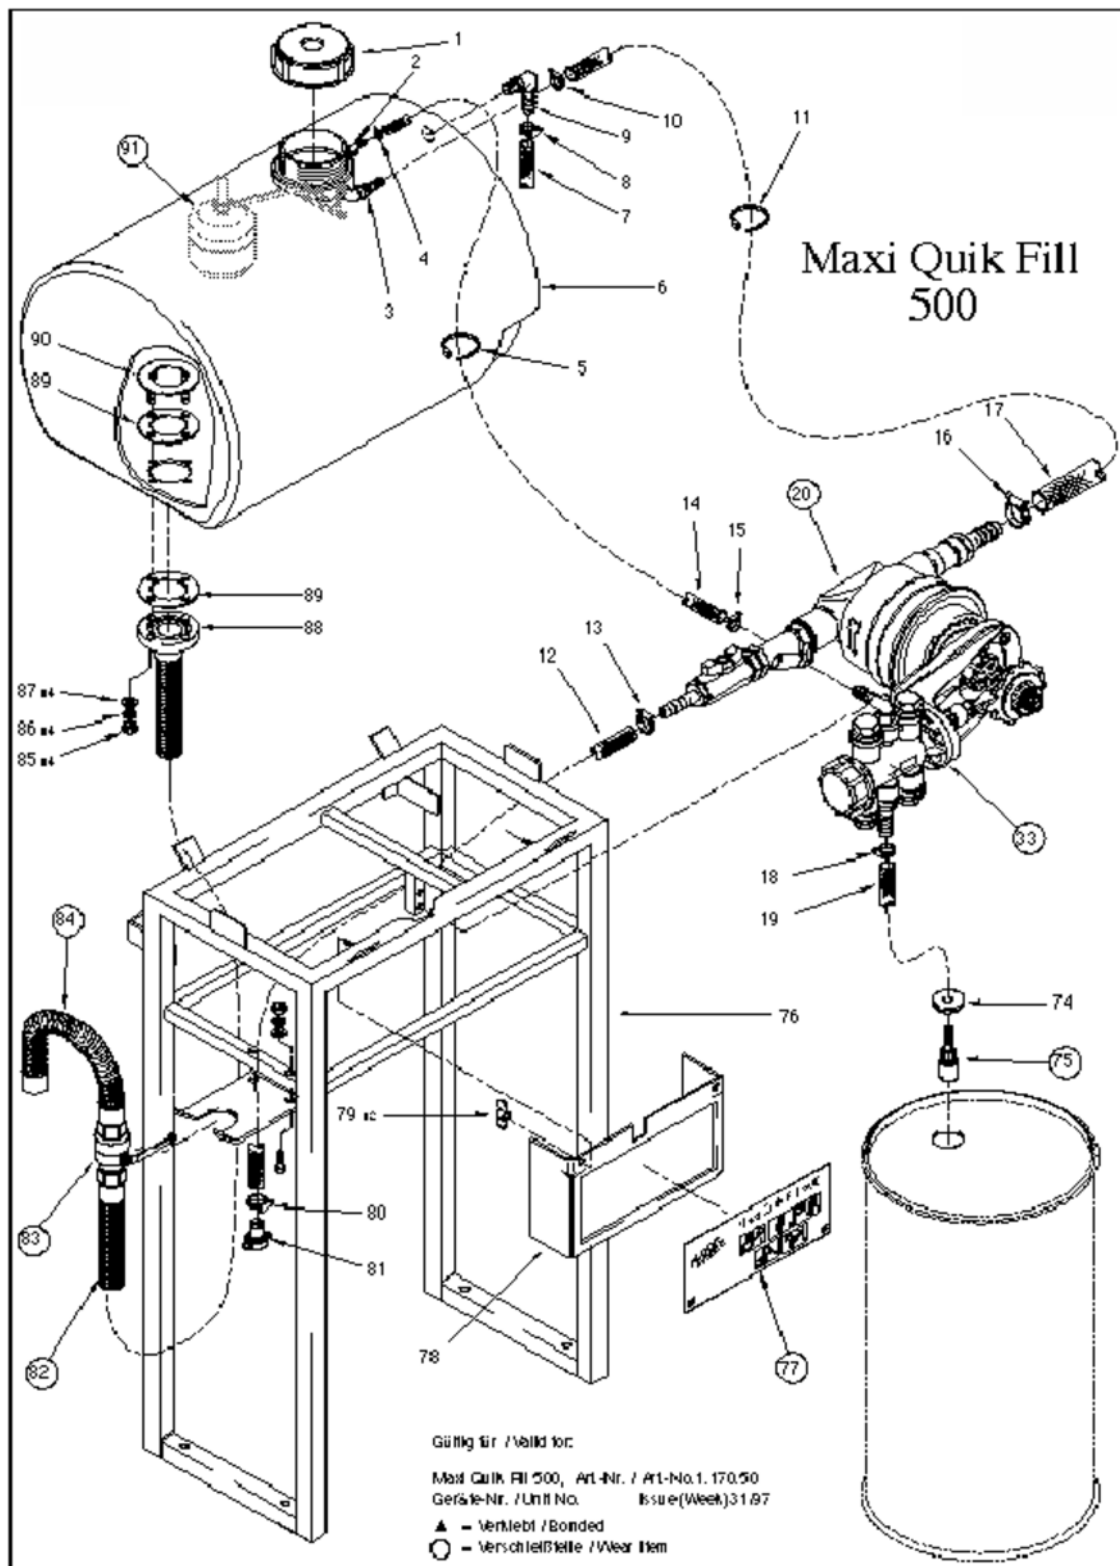
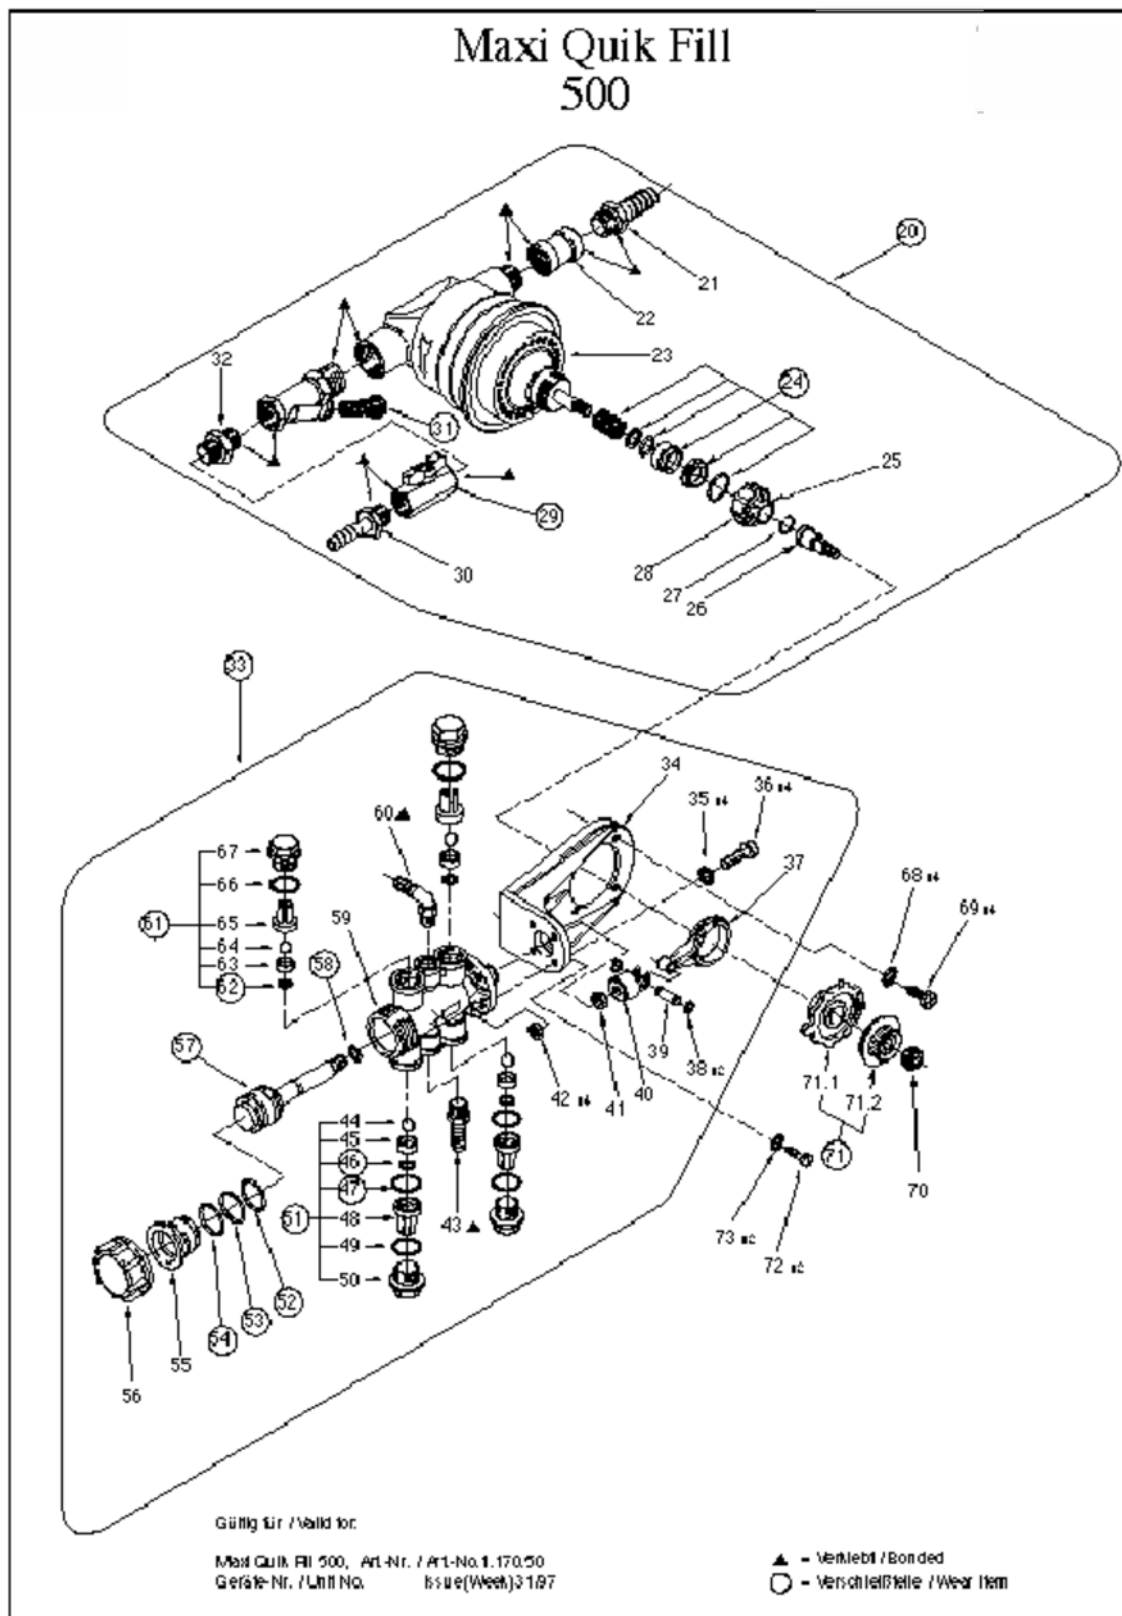

Abb. 7: Explosionszeichnung I
Abb. 8: Explosionszeichnung II
1. ➤ Beide Flügelmuttern (☞ *Kapitel 10 „Zeichnungen / Ersatzteile / Zubehör“ auf Seite 38, Abb. 7, Pos. 79*) lösen und Frontplatte (Abb. 7, Pos. 78) abnehmen.
2. ➤ Schlauchschelle (Abb. 7, Pos. 18) lösen und untere Produktleitung (Abb. 7, Pos. 19) vom Nippel (Abb. 8, Pos. 43) entfernen.
3. ➤ Schlauchschelle (Abb. 7, Pos. 15) lösen und obere Produktleitung (Abb. 7, Pos. 14) vom Nippel (Abb. 8, Pos. 60) entfernen.
4. ➤ Rändelmutter (Abb. 8, Pos. 70) entfernen und Exzenter (Abb. 8, Pos. 71) komplett abziehen.
5. ➤ Halteschrauben (Abb. 8, Pos. 69) vom Wassermotor entfernen und Dosierpumpe mit Pumpenhalterung entfernen.
1. ➤ Bauseitigen Wasserhahn und Absperrhahn (☞ *Kapitel 10 „Zeichnungen / Ersatzteile / Zubehör“ auf Seite 38, Abb. 8, Pos. 29*) am Wassermotor (Abb. 8, Pos. 23) schließen.
2. ➤ Beide Flügelmuttern (☞ *Kapitel 10 „Zeichnungen / Ersatzteile / Zubehör“ auf Seite 38, Abb. 7, Pos. 79*) lösen und Frontplatte (Abb. 7, Pos. 78) abnehmen.
3. ➤ Rändelmutter (☞ *Kapitel 10 „Zeichnungen / Ersatzteile / Zubehör“ auf Seite 38, Abb. 8, Pos. 70*) von Exzenteraufnahme (Abb. 8, Pos. 26) abschrauben und Exzenterrad (Abb. 8, Pos. 71.1) gemeinsam mit Pleuel (Abb. 8, Pos. 37) von Exzenteraufnahme abziehen.
5. ➤ Seegering (Abb. 8, Pos. 27) entfernen und Überwurfmutter (Abb. 8, Pos. 28) mit Kugellager (Abb. 8, Pos. 25) von Antriebswelle entfernen.
6. ➤ Gleitringdichtung (Abb. 8, Pos. 24) durch leichtes Hin- und Herbewegen von der Antriebswelle entfernen.
1. ▶ Bauseitigen Wasserhahn und Absperrhahn (☞ *Kapitel 10 „Zeichnungen / Ersatzteile / Zubehör“ auf Seite 38, Abb. 8, Pos. 29*) am Wassermotor (Abb. 8, Pos. 23) schließen.
2. ▶ Beide Flügelmutter (☞ *Kapitel 10 „Zeichnungen / Ersatzteile / Zubehör“ auf Seite 38, Abb. 7, Pos. 79*) lösen und Frontplatte (Abb. 7, Pos. 78) abnehmen.
3. ▶ Rändelmutter (☞ *Kapitel 10 „Zeichnungen / Ersatzteile / Zubehör“ auf Seite 38, Abb. 8, Pos. 70*) von Exzenteraufnahme (Abb. 8, Pos. 26) entfernen und Exzenter (Abb. 8, Pos. 71) abziehen.
4. ▶ Halteschrauben (Abb. 8, Pos. 69) mit Scheiben (Abb. 8, Pos. 68) von Dosierpumpenhalterung (Abb. 8, Pos. 34) entfernen.
6. ▶ Beide Schlauchschellen (☞ *Kapitel 10 „Zeichnungen / Ersatzteile / Zubehör“ auf Seite 38, Abb. 7, Pos. 13 und Pos. 16*) lösen und Schläuche (Abb. 7, Pos. 12 und Pos. 17) vom Wassermotor trennen.
3. ▶ Siebhalterung des Schmutzfilters (☞ *Kapitel 10 „Zeichnungen / Ersatzteile / Zubehör“ auf Seite 38, Abb. 8, Pos. 31*) herausschrauben und Sieb entfernen.
2. ➤ Tankdeckel (☞ *Kapitel 10 „Zeichnungen / Ersatzteile / Zubehör“ auf Seite 38, Abb. 7, Pos. 1*) entfernen.
3. ➤ Tank soweit entleeren, bis Tank-Einlaufventil (Abb. 7, Pos. 91) frei zugänglich ist.
4. ➤ Schlauchschelle (Abb. 7, Pos. 10) lösen und Wasserzuleitung (Abb. 7, Pos. 17) vom Winkelstutzen (Abb. 7, Pos. 9) abziehen.
2. ➤ Tankdeckel (☞ *Kapitel 10 „Zeichnungen / Ersatzteile / Zubehör“ auf Seite 38, Abb. 7, Pos. 1*) entfernen und Tank (Abb. 7, Pos. 6) vollständig entleeren.
3. ➤ Die vier Muttern (Abb. 7, Pos. 85) mit Zahnscheiben (Abb. 7, Pos. 86) und Scheiben (Abb. 7, Pos. 87) von den Gewindebolzen des Gegenringes (Abb. 7, Pos. 90) abschrauben.
4. ➤ Füllschlauchflansch (Abb. 7, Pos. 88) gemeinsam mit Dichtring (Abb. 7, Pos. 89) abziehen.
5. ➤ Neuen Füllschlauch (Abb. 7, Pos. 83) sinngemäß in umgekehrter Reihenfolge einbauen.